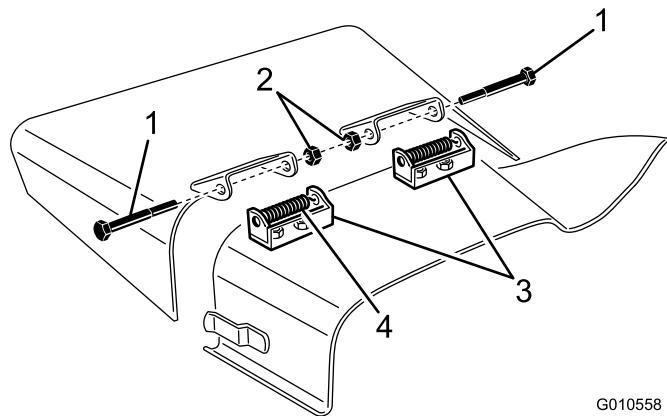

Figura 29
4. Retire los 2 tornillos de caperuza, las contratuerca y los muelles que sujetan los soportes del deflector a los soportes de giro (Figura 29).
5. Para retirar los soportes de giro, retire los pernos de cuello cuadrado y las tuercas (Figura 29).